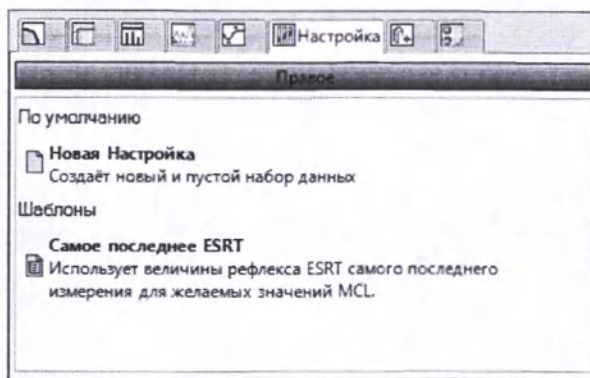

Рис. 113 Диалоговое окно открытия задачи «Настройка»
1. При нажатии кнопки Новая задача открывается диалоговое окно задачи, показанное на рис. 113, в котором можно выбрать вкладку «Настройка» и открыть карту настройки, щелкнув пункт Новая настройка.